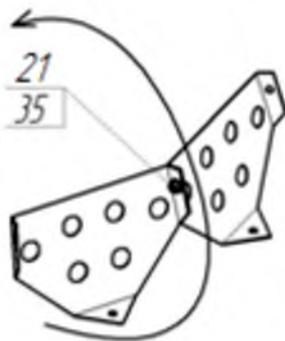

Рис. 16
3.11 Преодолевав усилие пружины (17), оттянуть фиксатор (4)вниз и повернуть емкость на удобный угол. Прикрепить лопасти (6) к емкости нижней (8) и емкости верхней (19), с помощью болтов (22), шайб (13) и гаек (35), при этом, шайбы установить с наружной стороны ёмкостей.
Возможна комплектация бетоносмесителя сборными лопастями (рис. 16). В этом случае необходимо две полулопасти скрепить между собой болтом (21) и гайкой (29). После установить в бетоносмеситель по направлению вращения ёмкости (указано на рис. 16 стрелкой)с помощью болтов (22), шайб (13) и гайк (35).